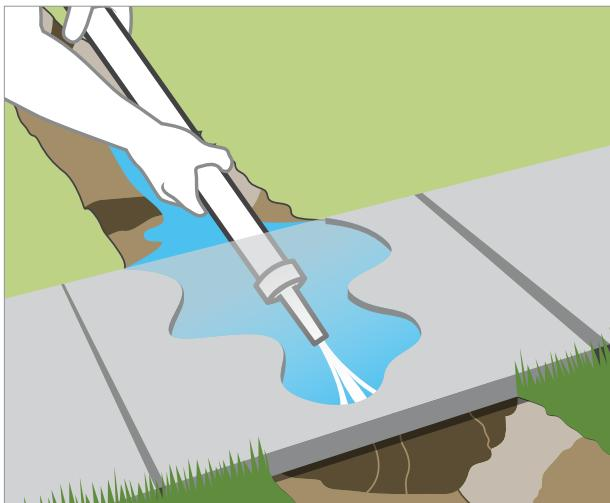

Рисунок 3
5. Установка труб под дорожками или подъездной дорогой. Способ прокладывания потоком воды. С помощью резьового адаптера «труба-шланг» соедините один конец трубы с огородным шлангом и присоедините небольшой шланговый наконечник к другому концу. Включите воду и направляйте струю под бетон. *Рис. 3.*